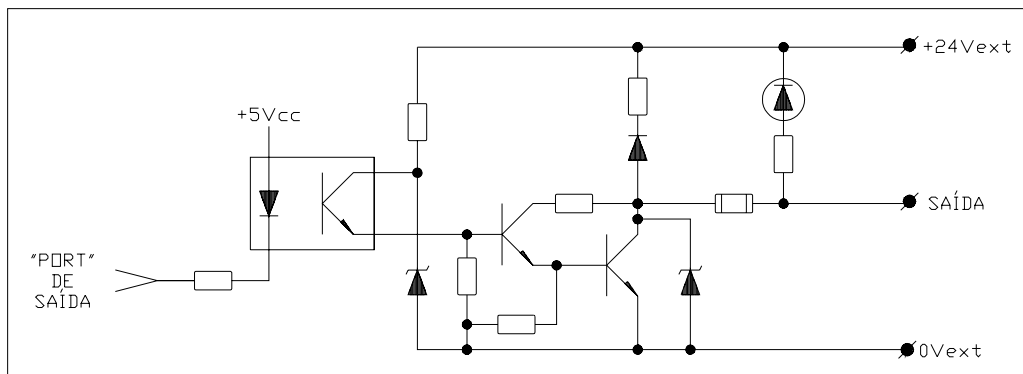
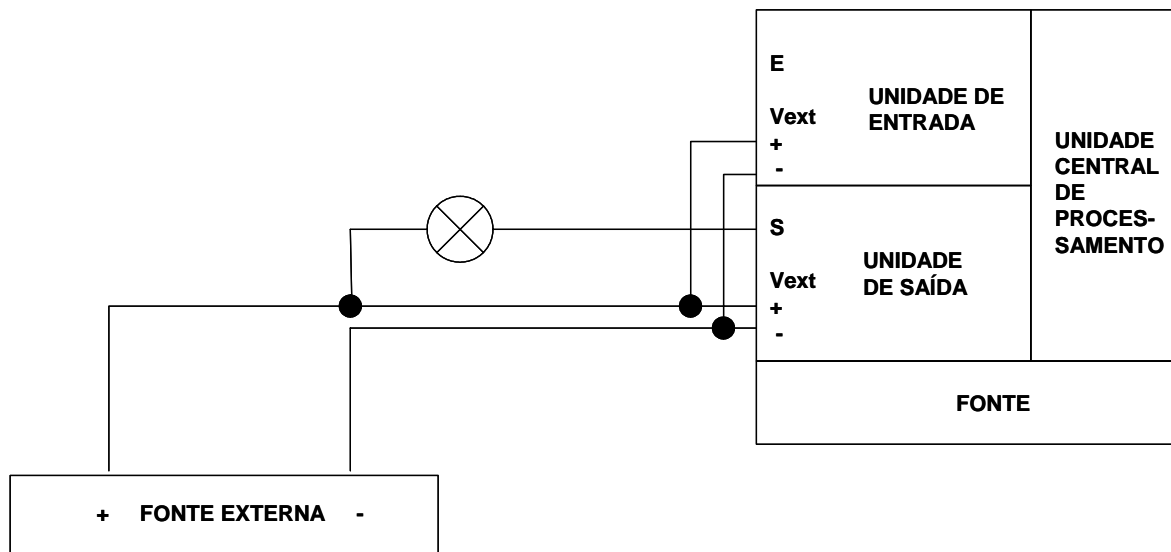

Figura 13 –Saída Tipo N
Figura 15 – Ligação da Saída Tipo N
- **Saída Tipo N:** Quando o fluxo de corrente ocorre da saída para o potencial negativo da fonte de alimentação de 24 Vcc (carga ligada entre o potencial positivo e a saída, conforme (figura 15)). A (figura 13) exemplifica o circuito de uma saída digital tipo N.